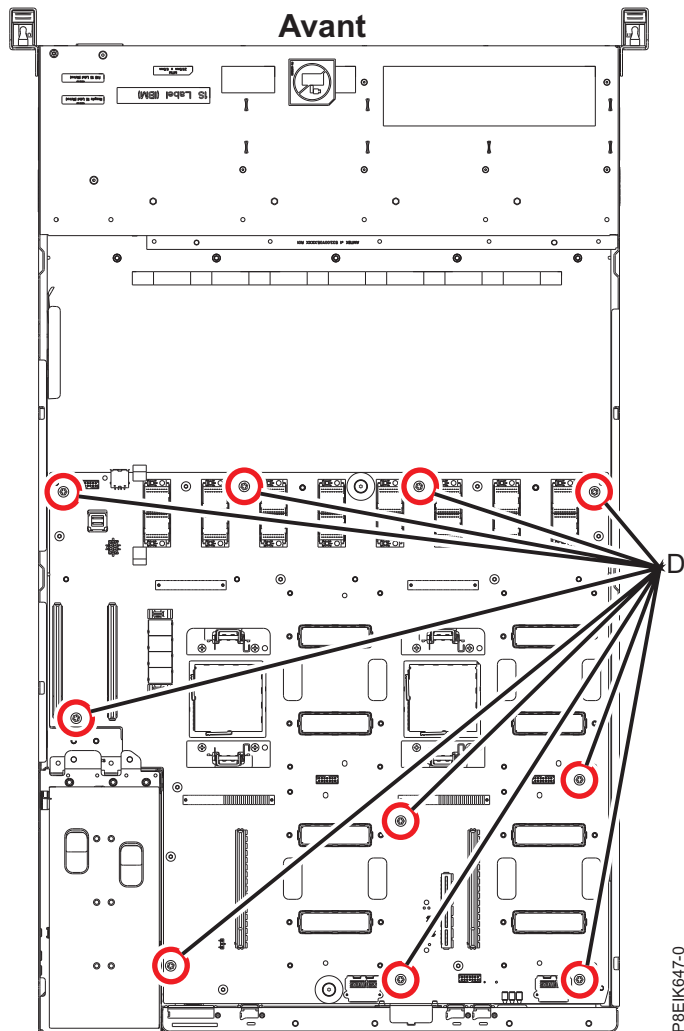

Figure 147. Emplacement des vis du fond de panier système
4. Alignez et vissez les 10 vis à tête hexagonale noires (**B**) dans le fond de panier. Leur position est indiquée figure 147, à la page 131.